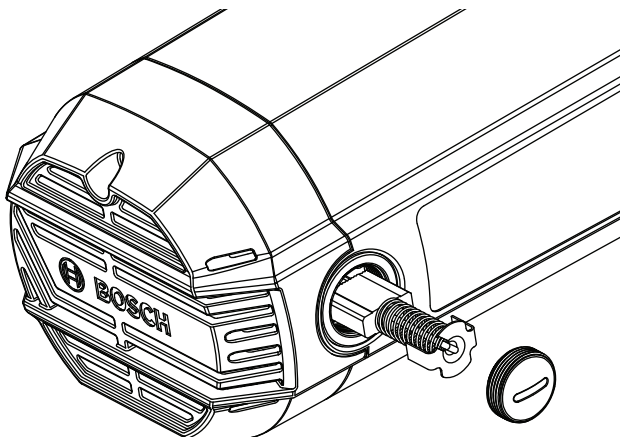

Figura 52. Escobilla del motor
3. Tire de la escobilla para sacarla (vea la figura 52). Repita la operación para el lado contrario.